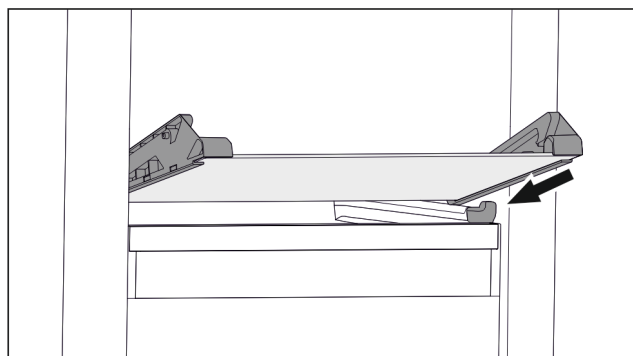

Fig. 71 Glasplatte des abklappbaren Schubfachs
- Glasplatte schräg hinter den Stoppern aufsetzen. (zie Fig. 71)